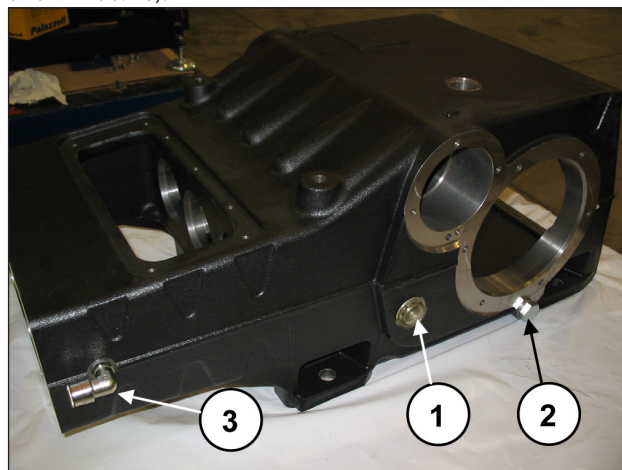

Abb. 48
Montieren Sie die beiden Ölstand-Schaugläser, die zwei Ölabblassverschlüsse und den 90° Steckanschluss (Pos. ①, ② und ③ Abb. 48).